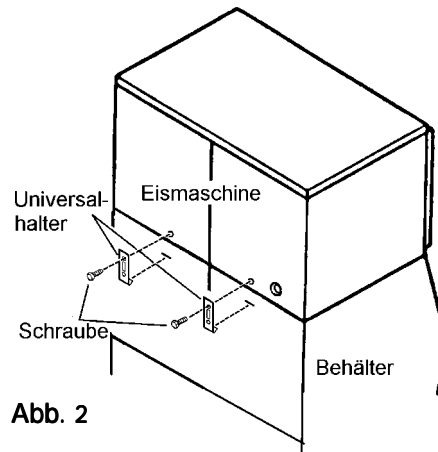

Abb. 2
4) Zur Befestigung der Eismaschine am Behälter die beiden Universalhalter und Schrauben im Zubehöropaket ausfindig machen. (Siehe Abb. 2)